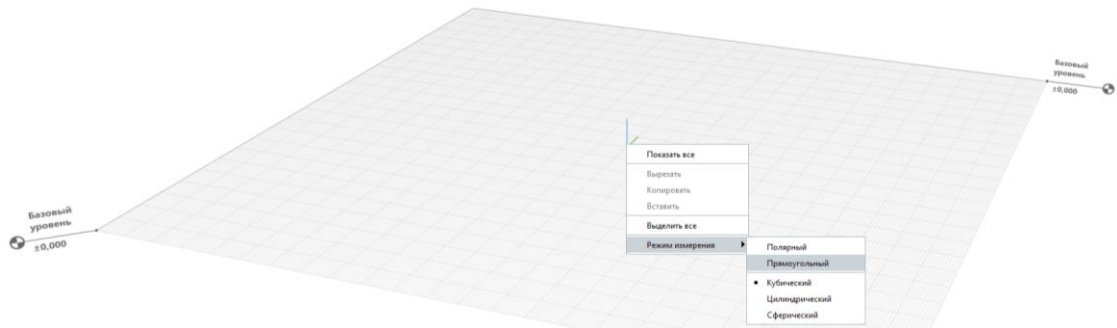

Рис. 6 Выбор Режимы измерения
- щёлкнуть ПКМ по осям и из контекстного меню выбрать **Режим измерения – Прямоугольный** (рис. 6)